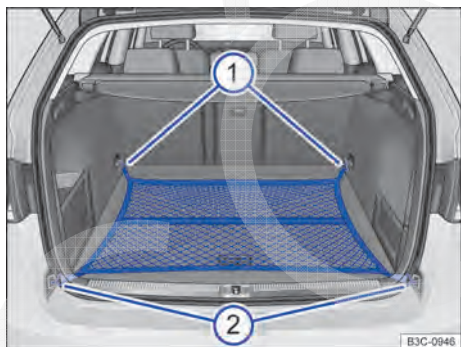

Fig. 119 No compartimento de bagagem: rede do compartimento de bagagem suspensa.
- Suspender o gancho da rede do compartimento de bagagem nos olhais de amarração ⇒ Fig. 119 ①. O zíper da rede para bagagem deve estar voltado para cima.
- Suspender o gancho da rede do compartimento de bagagem nos olhais de amarração ②. ▶